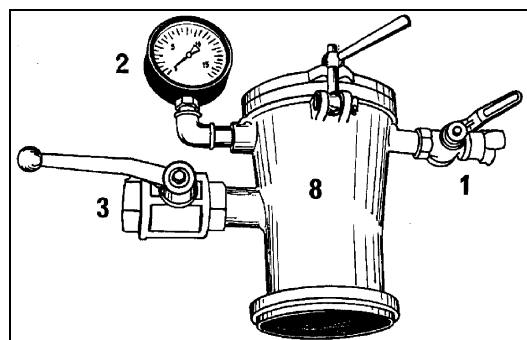

Fig. 2
- Ajuste el número de revoluciones del **motor Diesel**, y regule el caudal de aire abriendo o cerrando el grifo de evacuación de aire en la tubería de presión (por ej. 3, Fig. 2).